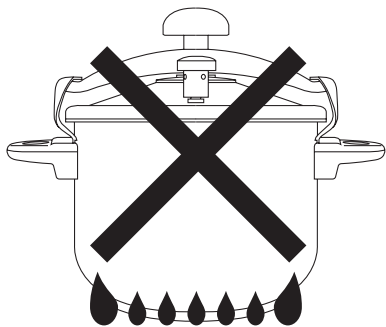

Fig. 2a
- Respetar los niveles de MAX Y MIN (Fig. 2a).
- Llenar el recipiente respetando el nivel MAX y MIN (Fig. 2a).